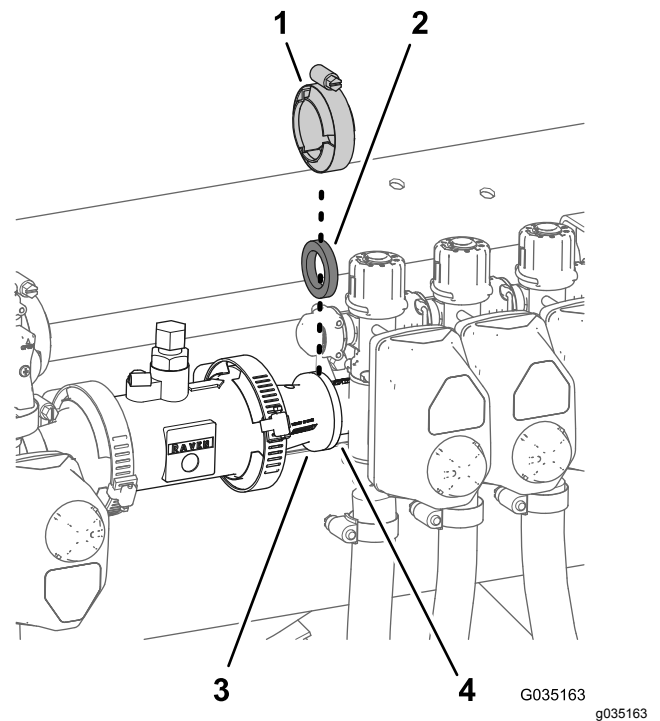

Figure 36
3. Pour les machines **avec** système de pulvérisation ExcelaRate, déposez le collier bride et le joint qui fixent l'adaptateur réducteur à la vanne de section de rampe gauche (Figure 36).